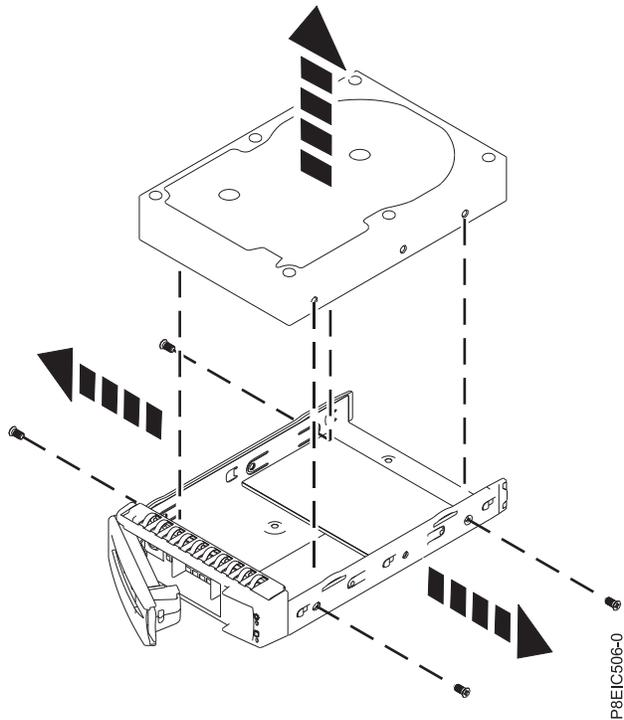

Figure 2. Retrait de l'unité 3,5 pouces du tiroir
- Pour une unité 3,5 pouces, dévissez l'unité à partir de chaque côté du tiroir en retirant les quatre vis (2 de chaque côté), comme illustré dans la figure 2, à la page 5.